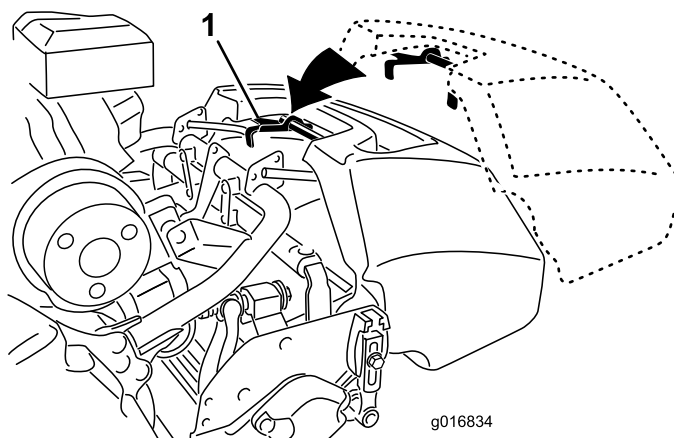

Bild 9
2. Schieben Sie die Fangkorblippe zwischen den Seitenplatten des Mähwerks und über die Frontrolle ein (Bild 9).
3. Befestigen Sie die Fangkorbhaken über der Rahmenschleife (Bild 9).
1. Fassen Sie den Fangkorb am Griff an (Bild 9).